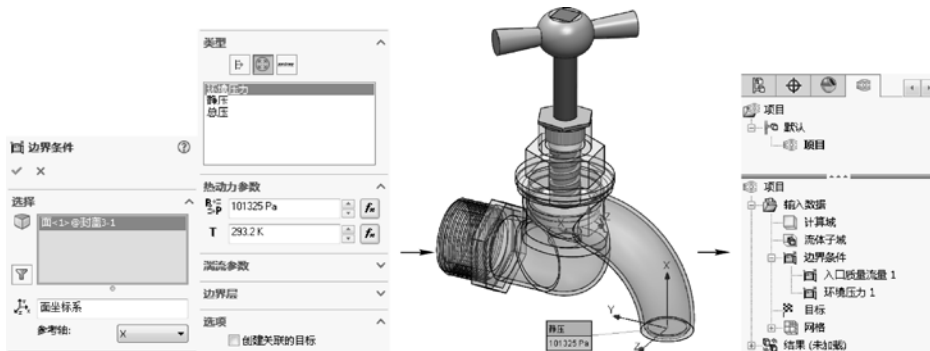

图 12-14 设置出口边界条件操作
STEP 2 再次右击新建项目的“边界条件”项，选择“插入边界条件”菜单命令，打开“边界条件”属性管理器，然后选择出口处封盖的内表面，如图 12-14 所示。再单击“压力开口”按钮，并选择“环境压力”项，其他选项保持系统默认设置，即设置出口处的环境压力为 $1\text{atm}^{\ominus}$ ，单击“确定”按钮完成出口边界条件的设置。